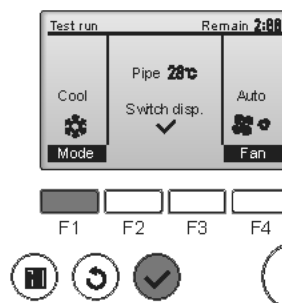

Fig. 8-3
- 1 Для изменения режима работы нажмите кнопку [F1]. (Fig. 8-3)